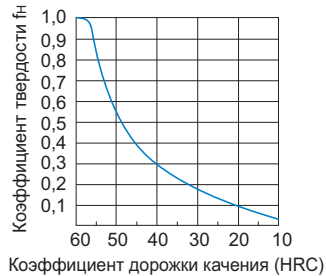

Рис.1 Показатель твердости (f_n)
- f_n : коэффициент твердости (см. Рис.1 В11-6)